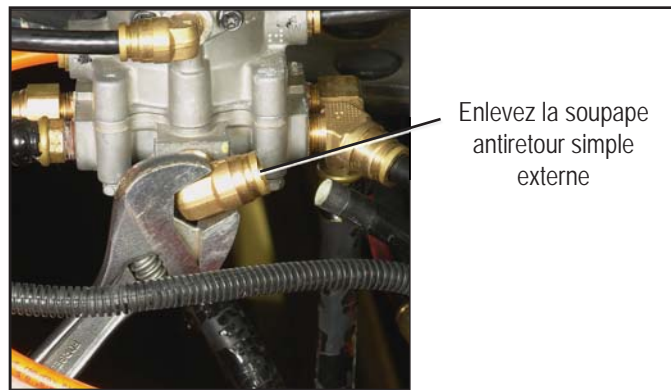
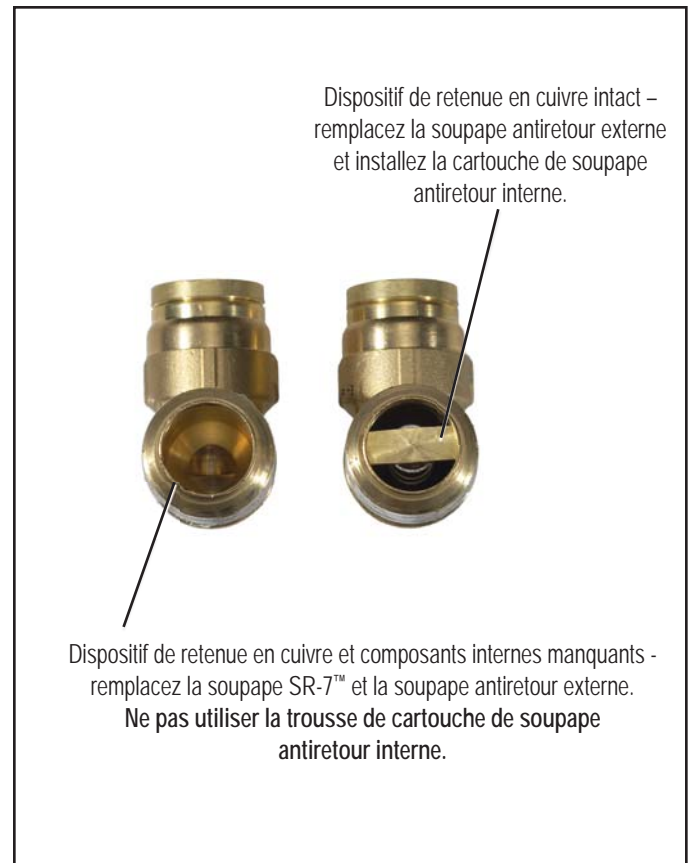

Figure 4 - RETRAIT DE LA SOUPAPE ANTIRETOUR SIMPLE EXTERNE
Figure 6 - SOUPAPE ANTIRETOUR PARKER
5. Prenez note de l'orientation la soupape antiretour externe. (Certaines soupapes SR-7™ peuvent être équipées d'un raccord entre la soupape antiretour simple externe et la soupape SR-7™). Tel qu'illustré à la Figure 4, utilisez une clé à molette pour enlever la soupape antiretour simple externe. **IMPORTANT: Vérifiez l'orifice de refoulement (le côté fileté) de la soupape antiretour simple Parker afin de vous assurer de la présence des composants de la soupape antiretour. Assurez-vous que le dispositif de retenue en cuivre est présent et intact.** Reportez-vous à la Figure 6.